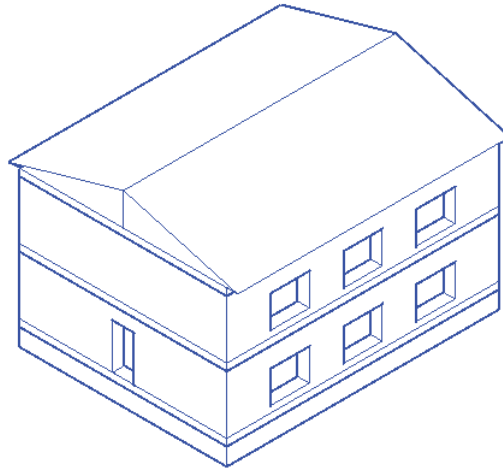

Рис. 195. Здание с крышей
9.4. Командой **Выдавить**  формируем крышу здания (рис. 195).